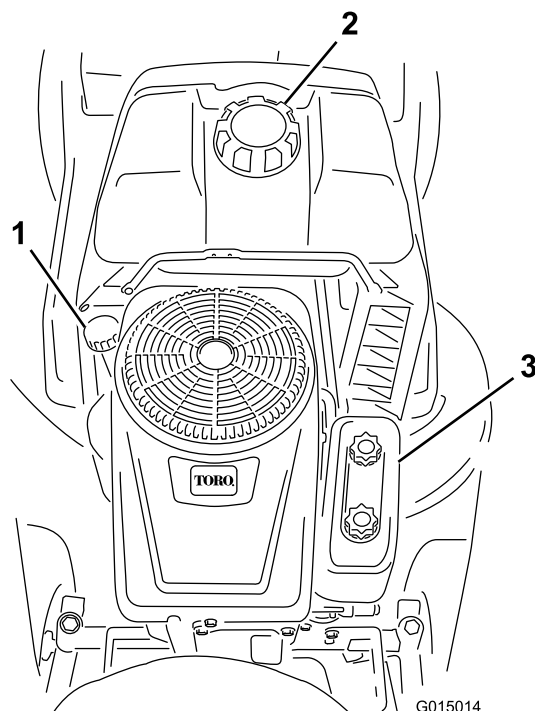

Figura 18
5. Pulite attorno all'asta di livello (Figura 18) in modo che la morchia non possa penetrare nel foro di rifornimento e danneggiare il motore.
9. Pulite attorno all'asta di livello (Figura 18) in modo che la morchia non possa penetrare nel foro di rifornimento e danneggiare il motore.
7. Svitare l'astina del livello dell'olio e versate lentamente circa l'80% della quantità indicata d'olio nel foro di rifornimento (Figura 18).